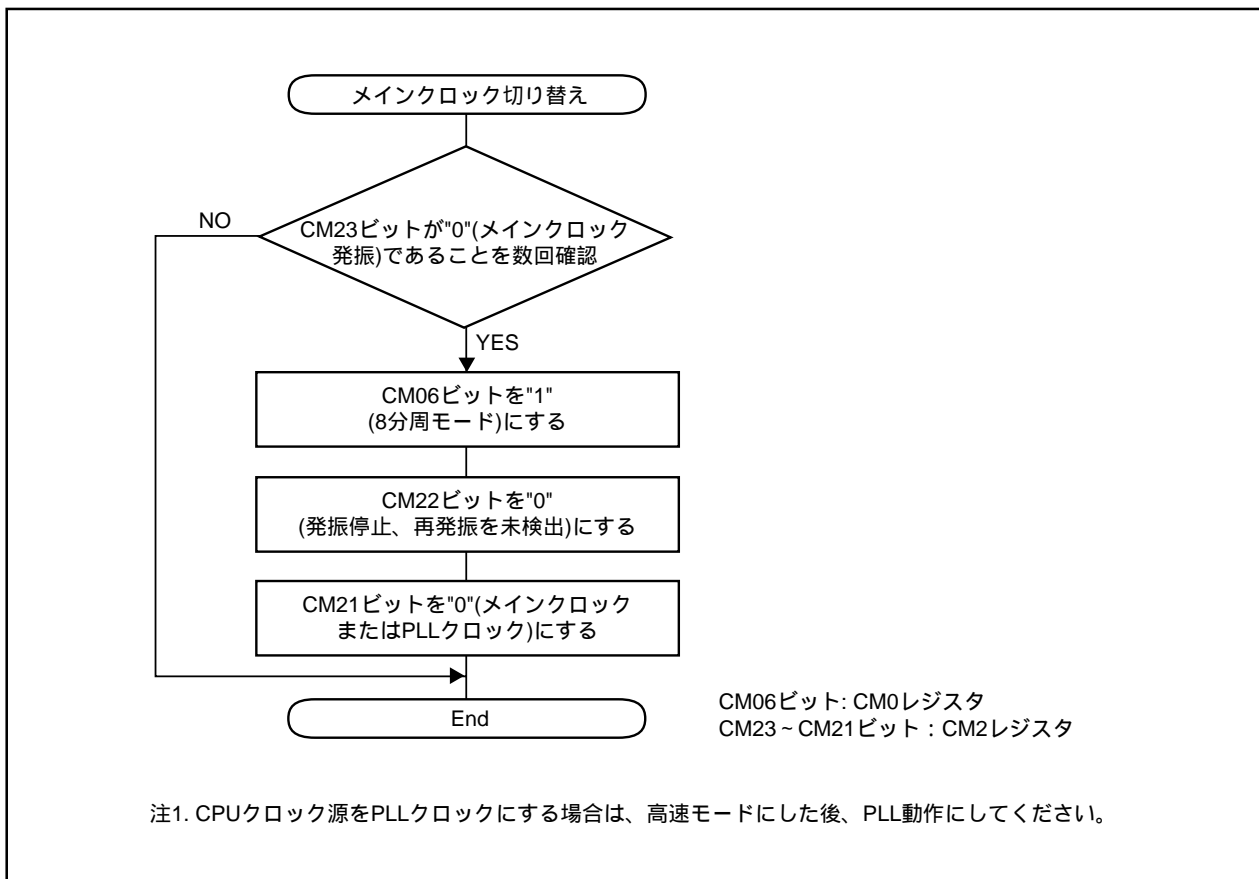

図7.13 オンチップオシレータクロックからメインクロックへの切り替え手順
- ・ 発振停止後、メインクロックが再発振した場合は、プログラムでメインクロックをCPUクロックや周辺機能のクロック源に戻してください。図7.13にオンチップオシレータクロックからメインクロックへの切り替え手順を示します。